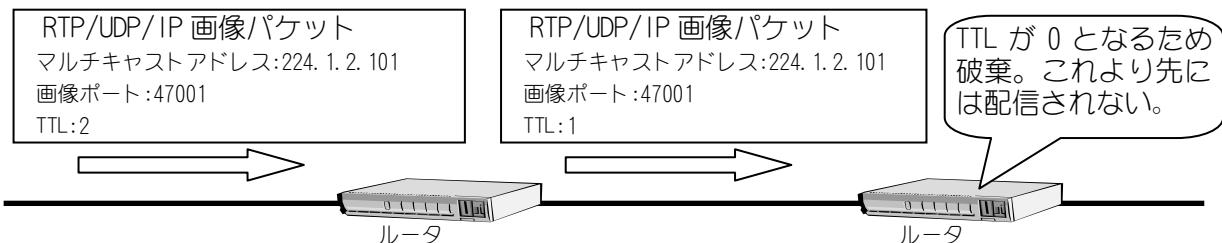

図 16-7 TTLについて
- (1) TTL (Time To Live) とはパケットの有効期間を示す値で、図 16-7に示す様にルータ等を経由するたびに値が1減算され、TTL 値が 0 になった時点で、ルータ等がパケットを破棄します。
- (2) カメラに設定される TTL 値は、RTP/UDP/IP プロトコルによる画像パケットにのみ適用されます。制御/パケット、TCP/IP プロトコルの画像パケットには適用されません。
- (3) ルータを使用してカメラ画像配信を行う場合は、経由するルータの段数に注意して TTL 値を設定してください。